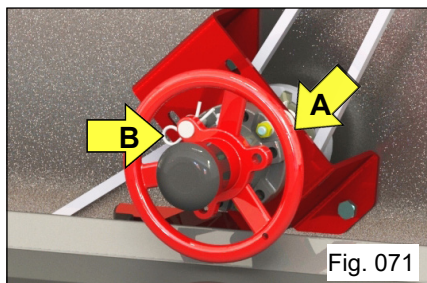

Fig. 071
A regulagem dos rotores acanalados é efetuada pelo volante "A" posicionado nas laterais da semeadora (Fig. 071). Ao movimentar o volante o sistema aciona os dois eixos dos rotores acanalados. Para efetuar a regulagem de abertura dos rotores acanalados, proceda da seguinte forma:
- Retire a trava de aço "B" (Fig. 071) que prende o pino trava do volante ao suporte;